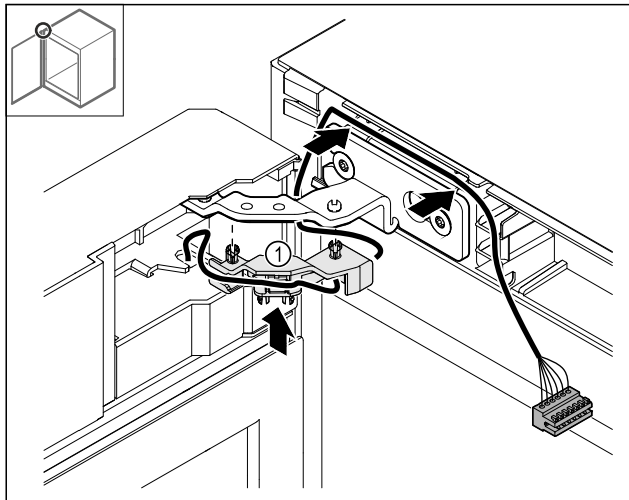

Fig. 47
- ▶ Kabelhouder Fig. 47 (1) in het scharnier drukken.